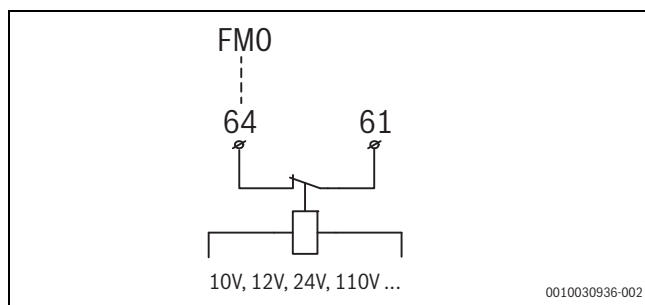

Fig. 31 Raccordement pour un chauffage auxiliaire externe sans sortie d'alarme 230 V
- Raccorder le signal d'alarme comme indiqué dans la figure 31 sur le module d'installation à la borne de raccordement **FMO**.